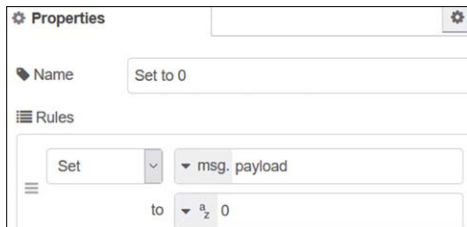

Figure 5.56 Configuration du nœud de changement
- Créer un **changement** node et le nommer **Régler à 0**. Configurer ce nœud pour retourner 1 comme indiqué dans la figure 5.56. Cliquez sur **Terminé**